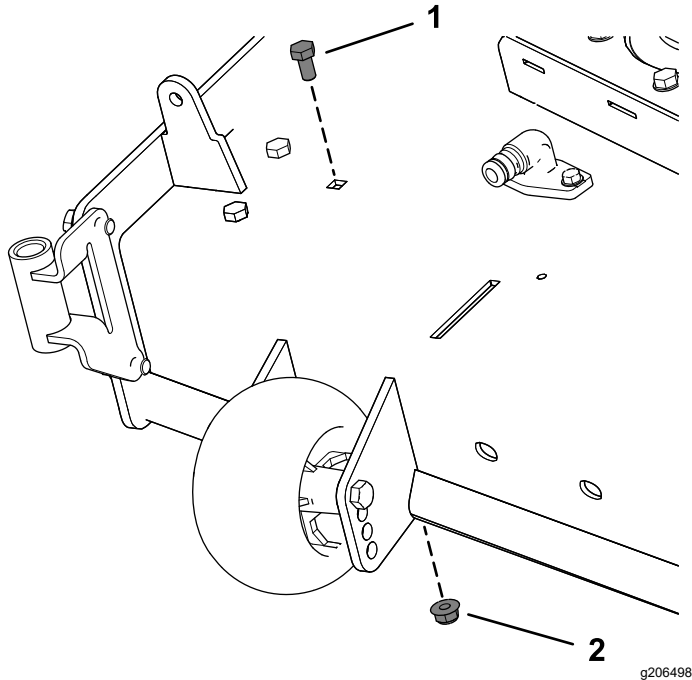

Bild 8
- Nehmen Sie die vorhandene Schraube und Mutter vom Mähwerk ab (Bild 8).
Entfernen Sie am 137-cm-Mähwerk die Schraube und Mutter, wie in Bild 8 abgebildet.